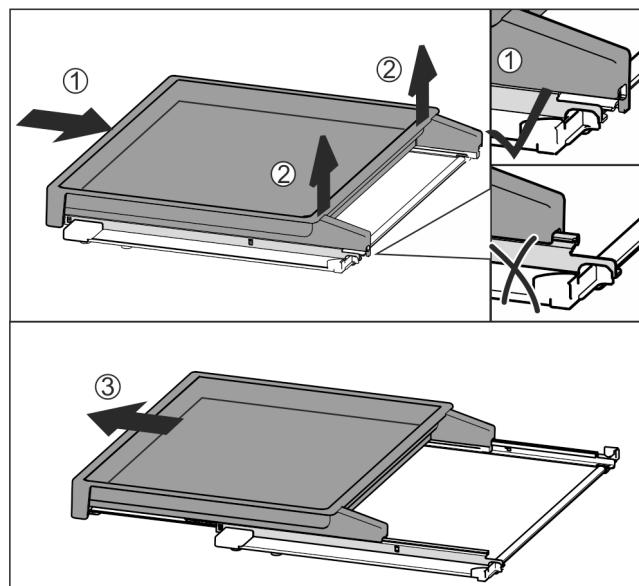

Fig. 114
- Вкарайте изцяло изтеглящата се дъска Fig. 114 (1).
- Освободете фиксатора от задната страна Fig. 114 (2).
- Извадете напред изтеглящата се дъска Fig. 114 (3).